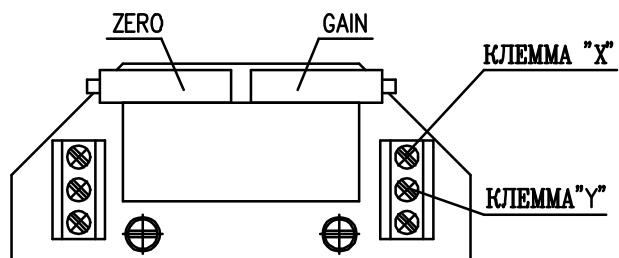

Рис. 7
#### EPV - 3-проводниковое включение (рис.7)
- Установите датчик сопротивления на основании инструкций в предыдущей главе так, что величину сопротивления измеряйте на клеммах X-Y (рис.7). (употреблен датчик с сопротивлением 2000 $\Omega$  или 100 $\Omega$ )
- Поворачиванием устанавливающегося триммера ZERO (рис.7) установите величину выходного сигнала тока, измеряемого на клеммах 81-82, на величину 0 мА или 4 мА.
- Поворачиванием устанавливающего тумблера GAIN (рис.7) установите величину выходного сигнала тока, измеряемого на клеммах 81-82, на величину 20 мА или 5 мА.